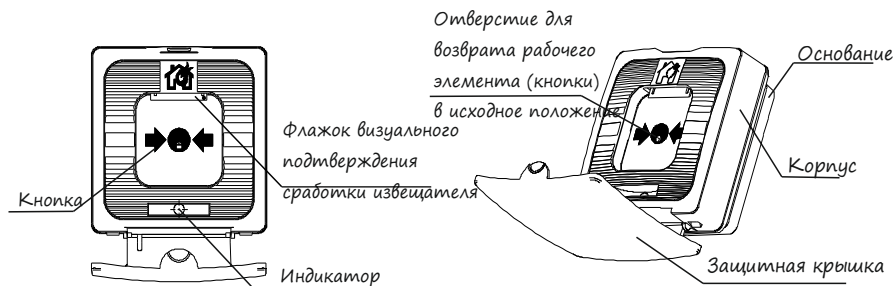

Рисунок 1
- 5.1 Извещатель представляет собой устройство, формирующее сообщение «Пожар» при нажатии на кнопку. При этом формируется сообщение в виде скачкообразного уменьшения сопротивления в ШС до величины не более 500 Ом, сопровождающееся включением оптического индикатора и выпадением цветного флажка (Рисунок 1). Выпадающий цветной флажок является визуальным подтверждением нажатого состояния кнопки извещателя (Рисунок 1). При возврате кнопки в исходное положение флажок занимает начальную позицию.